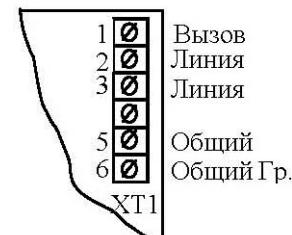

Рисунок 1 – Расположение контактов на клеммной колодке ПУ.У-П
- произвести подключение линейного кабеля к клеммной колодке (см. рисунок 1);